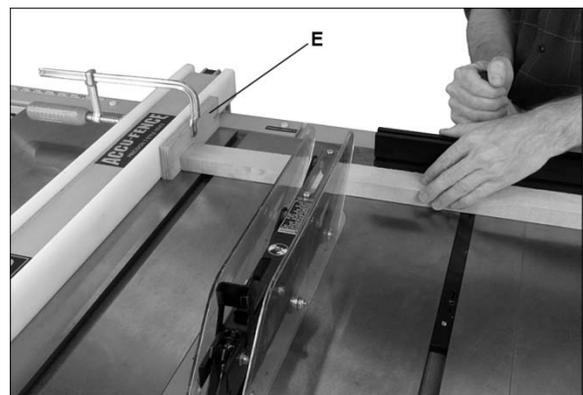

Figure 9-8
- N'utilisez pas de jauge à onglets et de guide longitudinal dans la même opération, à moins qu'il ne soit prévu d'utiliser un plaque de protection sur le guide pour libérer la section à couper de la pièce à travailler avant le début de la coupe (voir Figure 9-8).
Une coupe transversale ne devrait **jamais** être effectuée à main levée, et le guide ne doit jamais être utilisé comme butée à moins qu'un bloc auxiliaire (E, Figure 9-8) ne soit installé à l'avant de la lame de façon à ce que la pièce coupée se détache du bloc avant le début de la coupe.